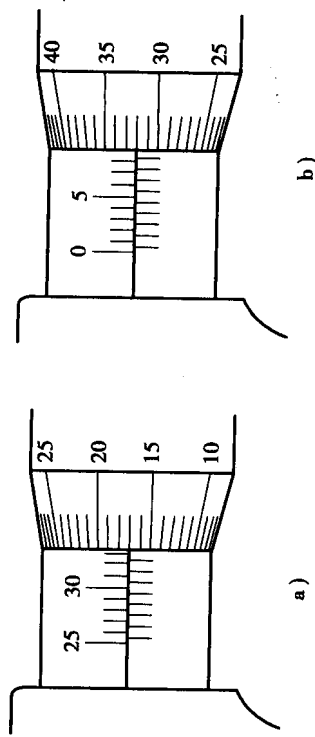

图 2—3
2. 简述千分尺的读数方法, 并读出图 2—3 中千分尺的数值。